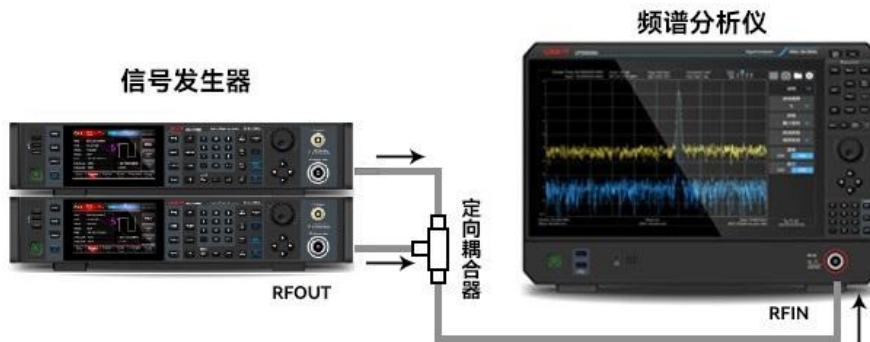

图 3-4：获取两路信号的仪器设置
1. 如图 3-4 所示，将两个信号源通过定向耦合器连接到信号分析仪的 RF IN 端口。
1. 如图 3-4 所示, 将两个信号源连接到信号分析仪的输入端口。